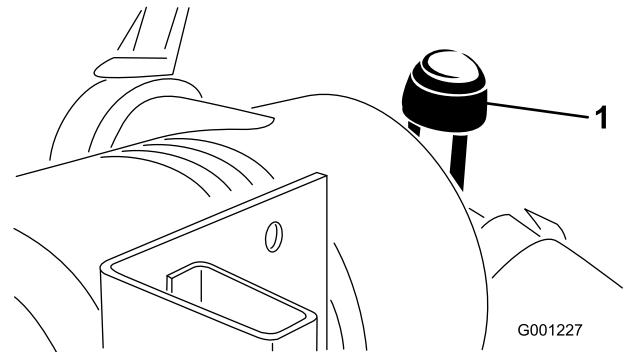

Figura 46
- Revise el filtro del limpiador de aire cuando el indicador del limpiador de aire se vea rojo (Figura 46) o cada 400 horas (más frecuentemente en condiciones extremas de polvo o suciedad). No limpie con demasiada frecuencia el filtro de aire.
9. Reinicie el indicador (Figura 46) si se ve rojo.